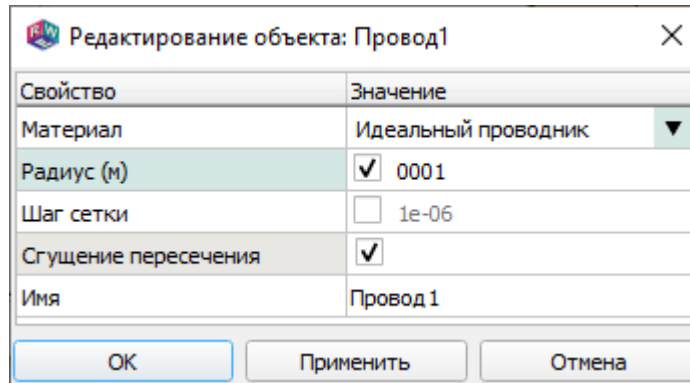

Рис. 173
16.12.1. Окно редактирования свойств провода вызывается при его выделении двойным щелчком в дереве «Детализация» или окне визуализации либо командой его контекстного меню «Свойства». Вид окна показан на рис. 173.